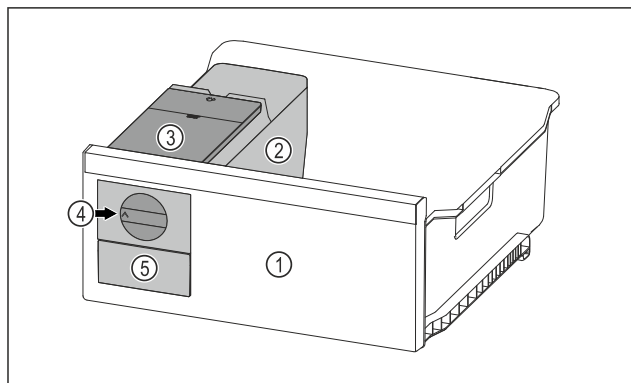

Fig. 149 Représentation à titre d'exemple
- Tourner le bouton rotatif Fig. 149 (4) dans le sens horaire jusqu'à la butée.
- Les glaçons tombent du bac à glaçons dans le tiroir à glaçons Fig. 149 (5).